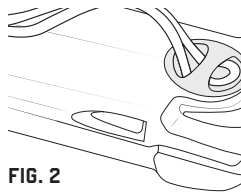

FIG. 2
2. Thread the small loop attachment on the modular female buckle through the captive hole in the bottom of the barcode scanner gun. [fig. 2]
2. Pase el lazo del pequeño conector de la hebilla modular hembra por el orificio de sujeción en la parte inferior de la pistola del escáner de códigos de barras. [fig. 2]
2. Faites passer la petite boucle d'attache souple liée au fermoir femelle dans le trou captif situé à la base du pistolet lecteur de code-barres. [fig. 2]